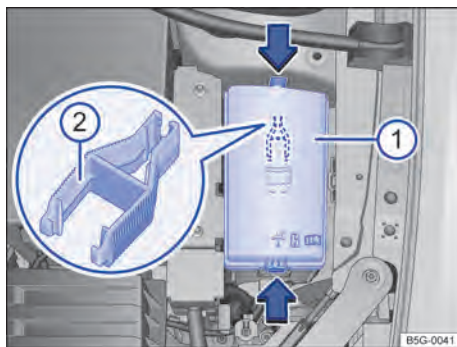

Fig. 143 No compartimento do motor: cobertura ① da caixa de fusíveis com pinça de plástico ②.
- Pressionar as travas no sentido da seta → Fig. 143 ①, para destravar a cobertura da caixa de fusíveis.
No lado interno da cobertura da caixa de fusíveis no compartimento do motor pode haver uma pinça de plástico → Fig. 143 ② para a retirada dos fusíveis.